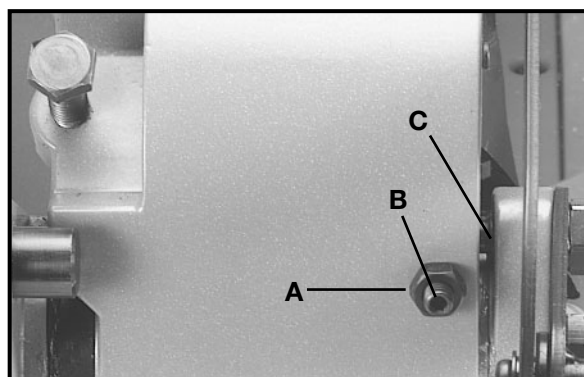

Fig. 33
2. La course vers le bas de la lame de la scie peut être restreinte pour éviter que la lame de scie n'entre en contact avec les surfaces métalliques de la machine. Ce réglage se réalise en desserrant l'écrou indesserrable (A) fig. 33, et en tournant dans un sens ou dans l'autre la vis de réglage (B) jusqu'à ce que l'autre extrémité de cette dernière entre en contact avec la butée (C) lors de la course totale vers le bas de la lame.
3. Lors de ce réglage, **ASSUREZ-VOUS QUE LA SCIE EST DÉBRANCHÉE** et abaissez la lame aussi loin que possible. Tournez la lame à la main en vous assurant que les dents n'entrent pas en contact avec une surface métallique et faites un réglage au besoin. Une fois le réglage terminé, serrez l'écrou indesserrable (A) fig. 33.